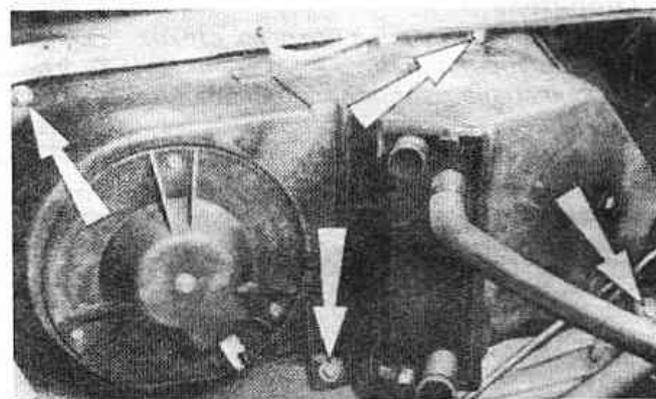

Рис. 12.19. Выверните четыре винта, крепящих отопитель (Разд. 28)
4. Выверните винты-саморезы, крепящие отопитель к передней панели. Их размещение показано на Рис. 12.19.